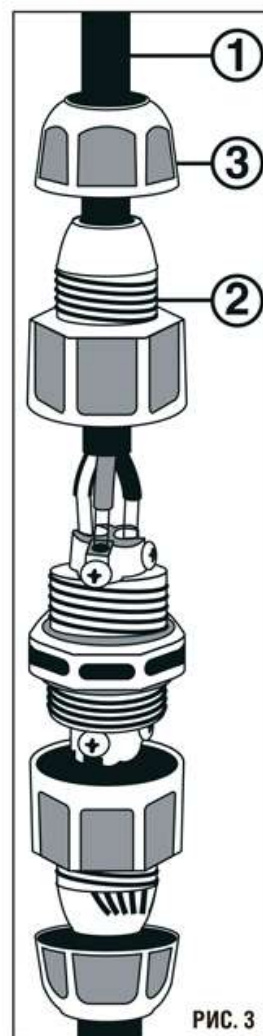

РИС. 3
3. Протяните сетевой кабель (1) через фиксирующую гайку (3) и гермоввод (2), как показано на схеме, затем подключите кабель (1), как показано на рис. 3.
4. Плотно зафиксируйте кабель при помощи фиксирующей гайки (3).
5. Убедитесь, что сетевой кабель (1) надежно закреплен в гермовводе и плотно соприкасается с уплотнительным кольцом.